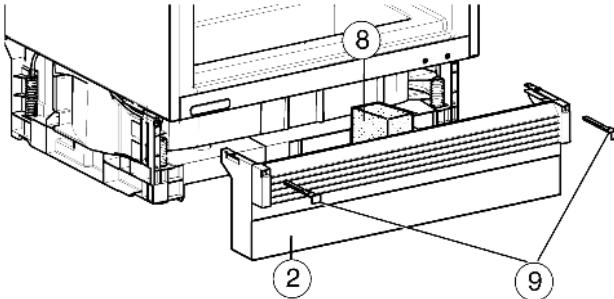

Fig. 13
- Вставьте пенопласт Fig. 13 (8) - это важно для нормальной раздельной циркуляции потоков воздуха!
- Снова установите цокольную панель Fig. 13 (2).
- Если цокольную панель Fig. 13 (2) видно, потяните цокольную панель Fig. 13 (2) вперед настолько, пока передний край вентиляционной решетки не станет вровень с цокольной панелью мебели.
- Если цокольная панель Fig. 13 (2) скрыта, сдвиньте цокольную панель назад как можно дальше.
- Фиксирование цокольной заглушки: Вставьте фиксатор Fig. 13 (9), при этом придерживайте цокольную заглушку.